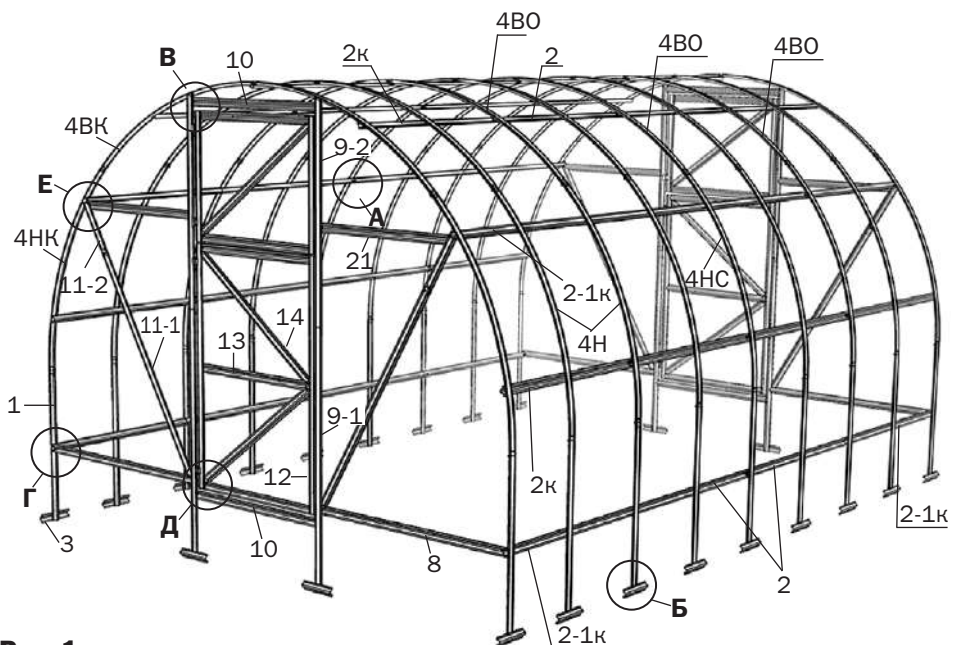

Рис. 1
1. Общий вид каркаса представлен на **рис.1**. Детали устанавливаются так, чтобы боковые полки профиля были обращены к покрытию. Каркас составляется из нумерованных элементов, часть которых выполнена сборными из нескольких деталей, имеющих одинаковый номер, но отличающихся индексами.